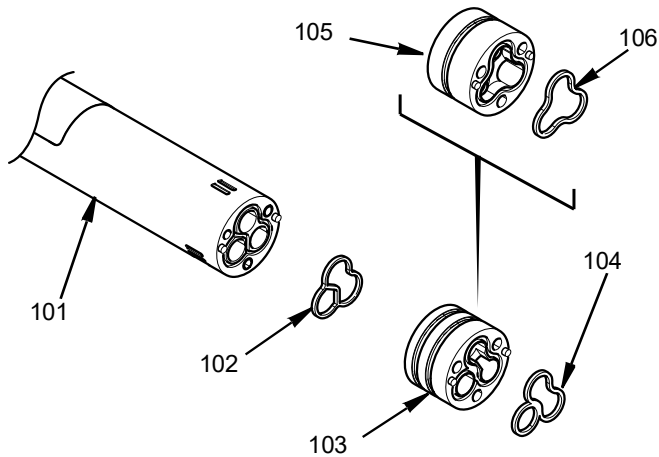

図 28
- 新しいアダプターガスケット (102) をセントラルボディ (101) の面にあるスロットに挿入します。
適切なアダプター (103/105) をセントラルボディの上に押し込みながら、アダプターのピンの穴を位置決めピンに合わせます。2 材料アダプター (103) 用または 1 材料アダプター (106) 用の新しいガスケットを置きます。以下を参照してください: 図 28。